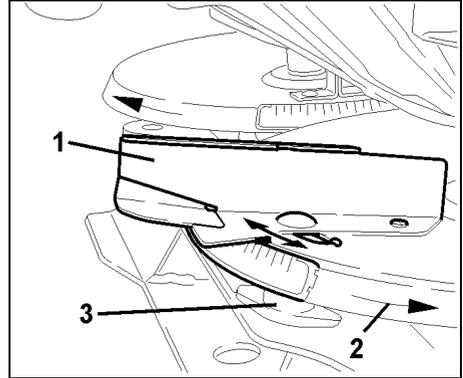

Fig. 65
Auf korrekte Montage der Streuschaufeln achten. Die offene Seite der U-förmigen Streuschaufeln (Fig. 65/1) weist in Drehrichtung (Fig. 65/2).
- Flügelmutter (Fig. 65/3) entfernen und Streuschaufel (Fig. 65/1) auswechseln.
- Flügelmutter (Fig. 65/3) wieder festziehen.